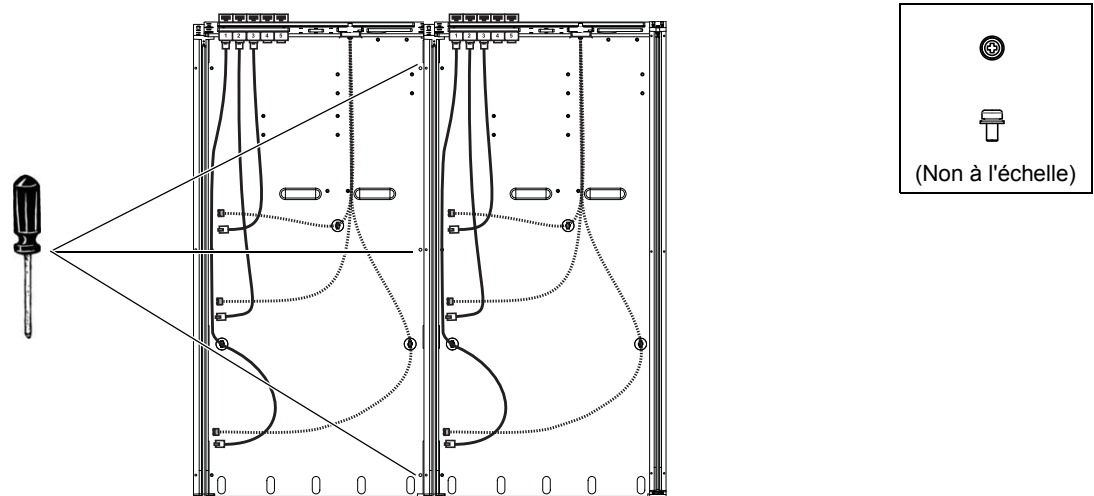

Figure 18. Fixation de la plaque de fond du premier bac à la paroi latérale du second bac
- 8 Fixez le bord droit de la plaque de fond du second bac sur le bord gauche de la paroi latérale du premier bac, à l'aide de trois vis cruciformes n°1, comme représenté sur la Figure 18. Ne serrez *pas* complètement les vis.